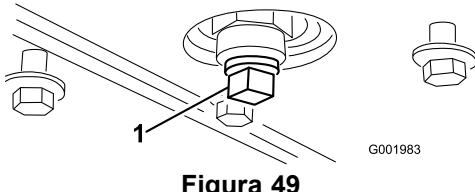

Figura 49
- Togliete il tappo di spurgo. (Figura 49).